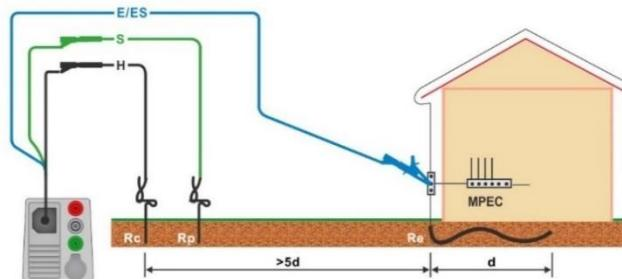
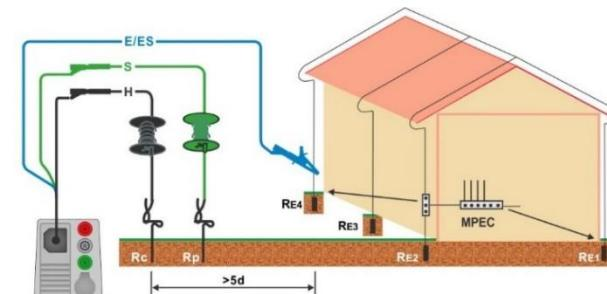

Fig. 4.71: Måling af modstand til Jord
Fig. 4.72: Måling af modstand til Jord med transientbeskyttelse
- Forbind 3-leder testledningen til objektet under test, se *Fig. 4.71 og Fig. 4.72*.